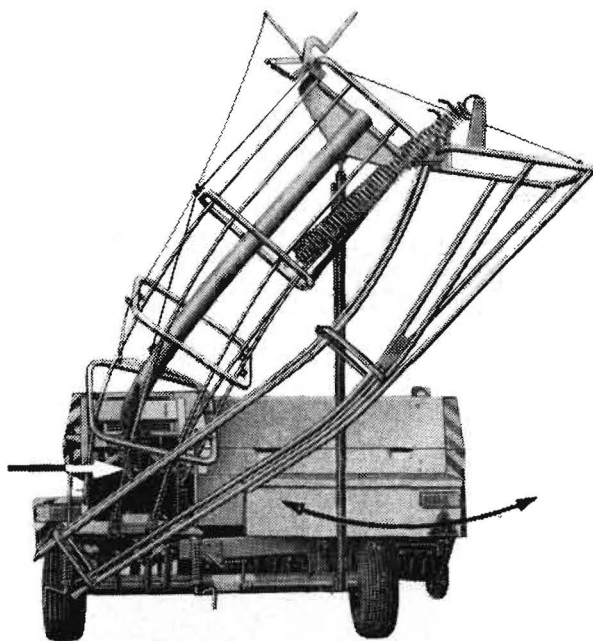

Bild 52
Das Halteseil (S) wird aus der Halterung (Bild 9) genommen. Der Karabinerhaken mit dem Seil verbleibt danach in der Schlaufe am Schurrenuntersteil. Man zieht die Reißleine (R) und das Schurrenobersteil senkt sich mit dem Ballenstrang ab. Die sich noch im Schurrenobersteil befindenden Ballen werden entfernt und das Schurrenobersteil an das Schurrenuntersteil geklappt, wo es verkettet und angeschlossen wird (Bild 52).